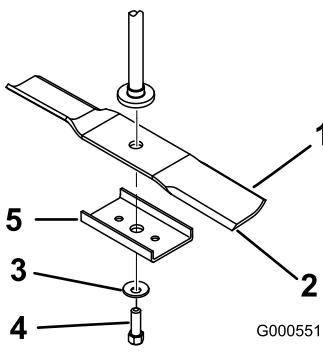

Figure 49
2. Enlevez de l'axe le boulon de lame, la rondelle bombée, le renfort de lame et la lame (Figure 49).
1. Placez la lame sur l'axe (Figure 49).
2. Montez le renfort, la rondelle bombée (face concave vers la lame) et le boulon de lame (Figure 49).